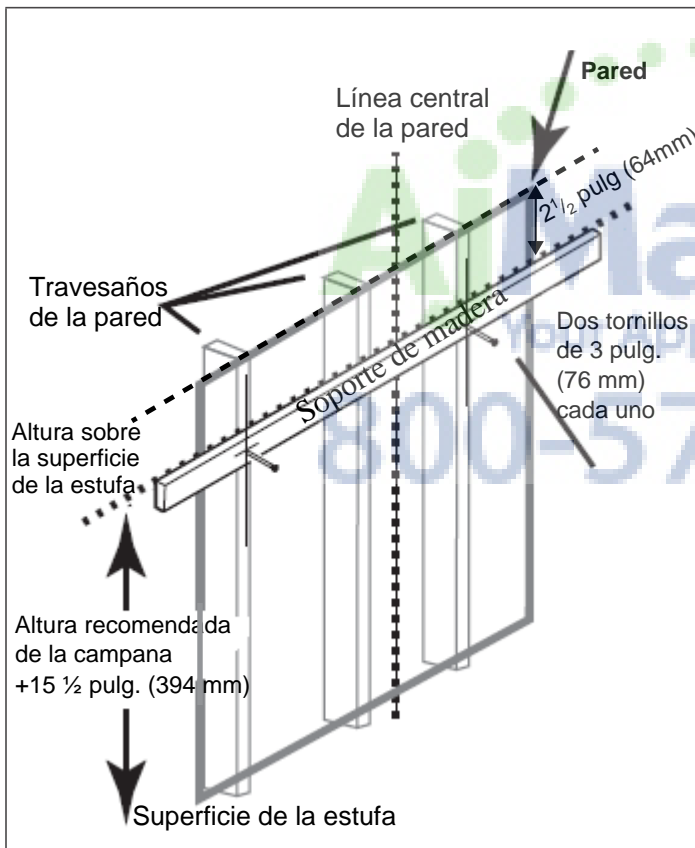

Figura 6: Instalación del soporte de madera
- Localice un travesaño de pared a cada lado de la línea central de la campana. Usará estos travesaños para fijar el soporte de madera a la pared, como se muestra en la Figura 6.